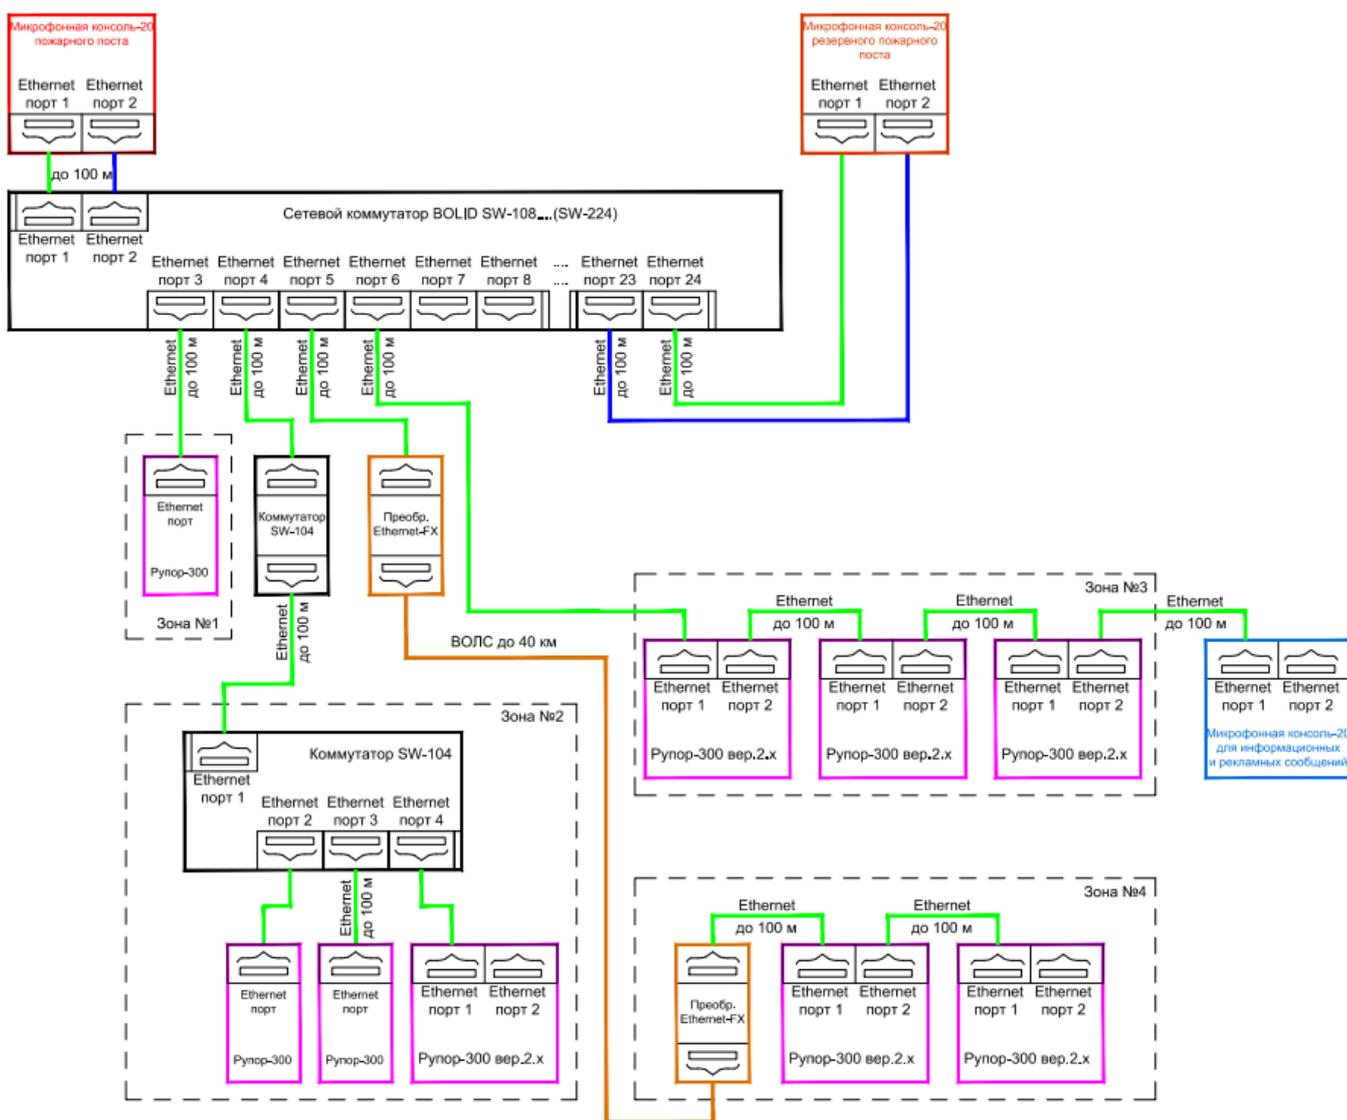
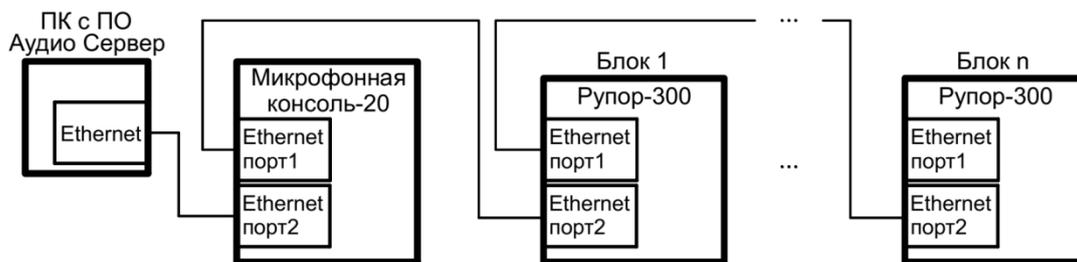

Рисунок 2.2.7. Схема подключения интерфейсов Ethernet с функцией резервирования.
Рисунок 2.2.8. Схема подключения интерфейсов Ethernet без функции резервирования.
5) К разъему Ethernet подключить кабель Ethernet (для связи с блоками речевого оповещения «Рупор-300» и использования ПО «Аудио сервер»). Второй разъем Ethernet используется для резервирования канала передачи и дублирует функции первого. Вариант такого подключения приведен далее (Рисунок 2.2.7). Если резервирование не требуется, второй интерфейс допускается не использовать. При этом возможно построение локальной сети без использования дополнительного сетевого оборудования (Рисунок 2.2.8).
Здесь настраивается режим резервирования канала передачи по локальной вычислительной сети Ethernet (ЛВС), позволяющий увеличить отказоустойчивость соединения. При использовании резервирования консоль и блоки «Рупор-300» должны подключаться соответствующим образом (Рисунок 2.2.7).
Допускается соединение консоли и нескольких блоков «Рупор-300» без использования дополнительного сетевого оборудования по схеме (Рисунок 2.2.7). В этом случае функция резервирования должна быть отключена.